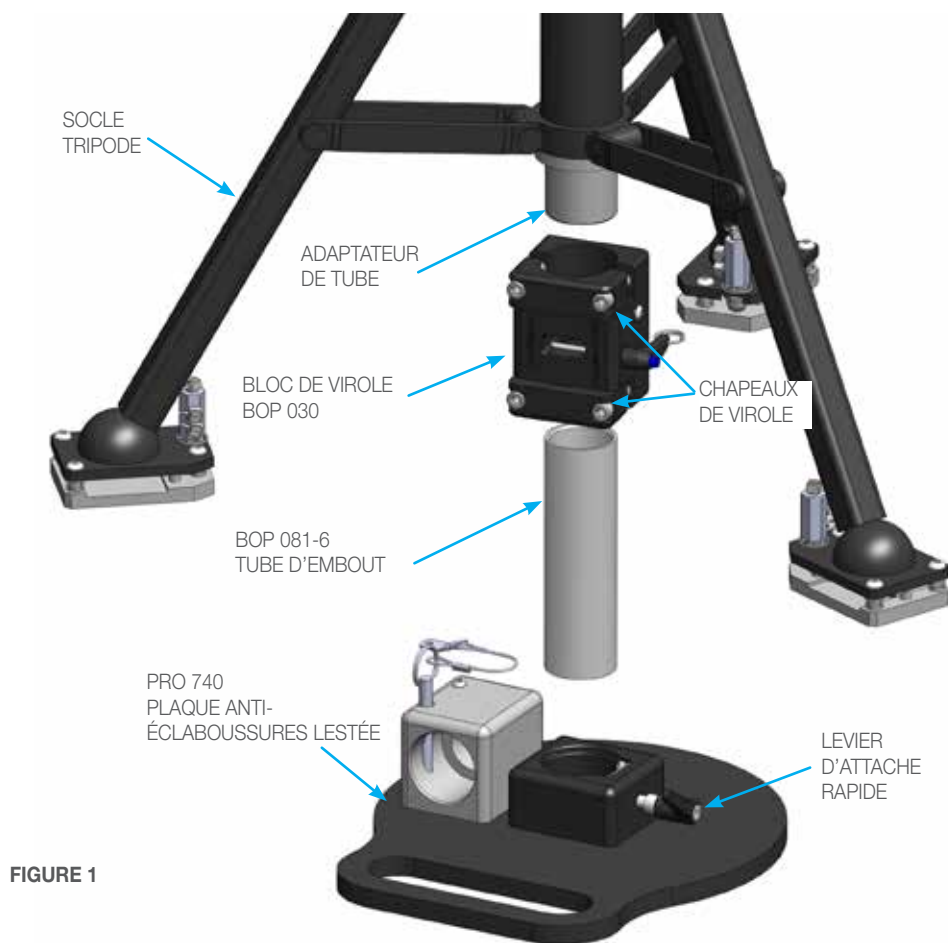

FIGURE 1
1. Fixez le bloc de virole BOP 030 au socle tripode. Desserrez les deux vis d'un chapeau de virole à l'aide d'une clé Allen 1/4". Glissez le bloc de virole BOP 030 sur l'adaptateur de tube situé en bas du socle tripode. Serrez à fond les deux vis du chapeau de virole. L'ensemble bloc de virole BOP 030 peut rester fixé au socle tripode quand l'ensemble n'est pas utilisé. **(Figure 1)**
2. Fixez le tube d'embout BOP 081-6 au bloc de virole BOP 030. Desserrez les deux vis de l'autre chapeau de virole à l'aide d'une clé Allen 1/4". Glissez le tube d'embout sur le bloc de virole et serrez à fond les deux vis. **(Figure 1)**
3. Fixez la plaque anti-éclaboussures lestée PRO 740 sur le tube d'embout BOP 081-6. Desserrez les deux vis de l'autre chapeau de virole à l'aide d'une clé Allen 1/4". Glissez la plaque anti-éclaboussures lestée sur le tube d'embout et serrez à fond le levier d'attache rapide. **(Figure 1)**